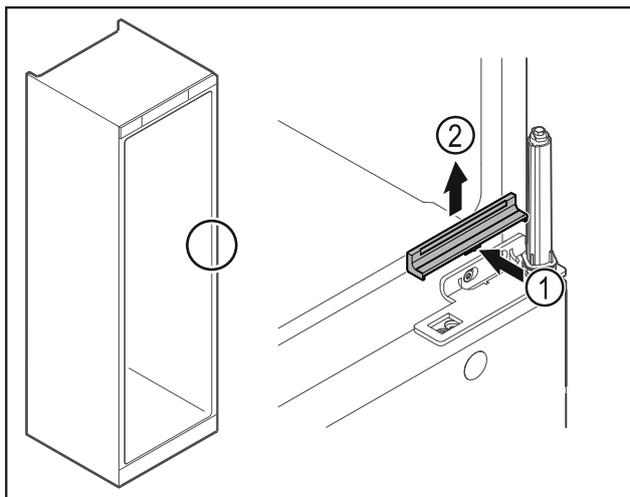

Fig. 25
- ▶ Abdeckung Fig. 25 (1) in der Mitte leicht eindrücken und nach oben abnehmen Fig. 25 (2).